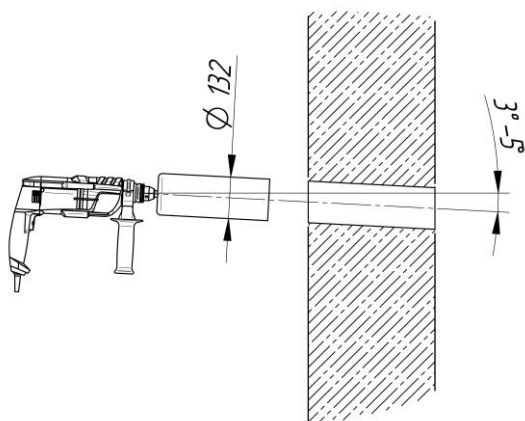

Рис. 14
1. Просверлите отверстие коронкой  $\Phi 132$ , обеспечив уклон канала 3-5 градуса в сторону улицы для стока конденсата, см. Рис. 14.